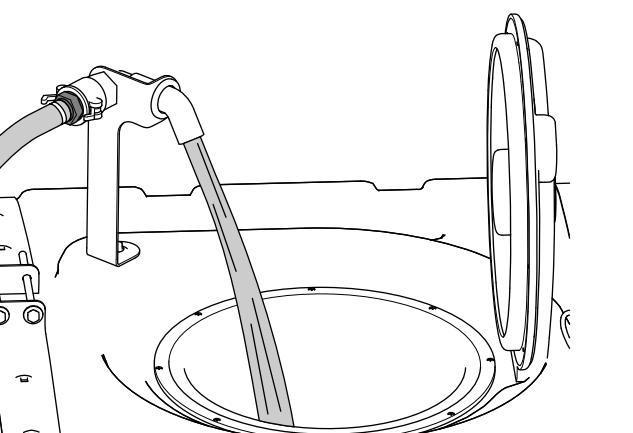

Figura 28
5. Versate nel serbatoio dell'irroratrice  $\frac{3}{4}$  dell'acqua necessaria (Figura 28).